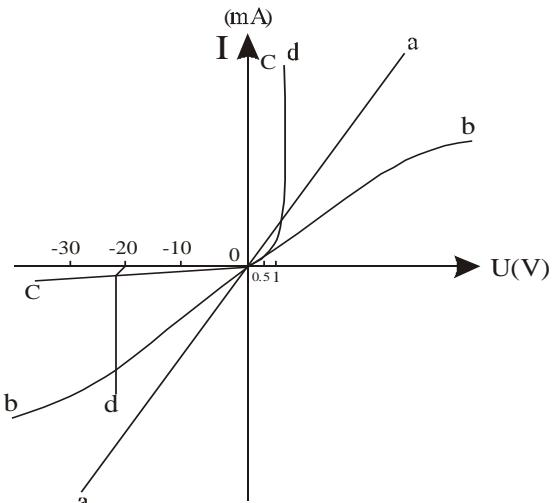

图 3-1
1. 线性电阻器的伏安特性曲线是一条通过坐标原点的直线，如图 3-1 中 a 所示，该直线的斜率等于该电阻器的电阻值。
2. 一般的白炽灯在工作时灯丝处于高温状态，其灯丝电阻随着温度的升高而增大，通过白炽灯的电流越大，其温度越高，阻值也越大，一般灯泡的“冷电阻”与“热电阻”的阻值可相差几倍至十几倍，所以它的伏安特性如图 3-1 中 b 曲线所示。
3. 一般的半导体二极管是一个非线性电阻元件，其伏安特性如图 3-1 中 c 所示。正向压降很小（一般的锗管约为  $0.2\sim0.3V$ ，硅管约为  $0.5\sim0.7V$ ），正向电流随正向压降的升高而急骤上升，而反向电压从零一直增加到十多至几十伏时，其反向电流增加很小，粗略地可视为零。可见，二极管具有单向导电性，但反向电压加得过高，超过管子的极限值，则会导致管子击穿损坏。
4. 稳压二极管是一种特殊的半导体二极管，其正向特性与普通二极管类似，但其反向特性较特别，如图 3-1 中 d 所示。在反向电压开始增加时，其反向电流几乎为零，但当电压增加到某一数值时（称为管子的稳压值，有各种不同稳压值的稳压管）电流将突然增加，以后它的端电压将基本维持恒定，当外加的反向电压继续升高时其端电压仅有少量增加。